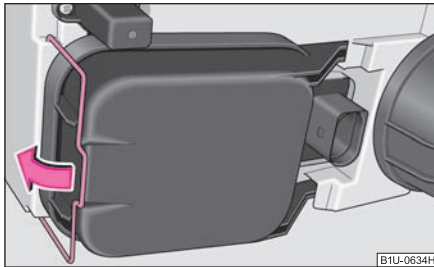

Fig. 180 Demontarea capacului
- Apăsăți mânerul de siguranță de pe capac și rabatați-l în direcția indicată de săgeată ⇒ fig. 180.